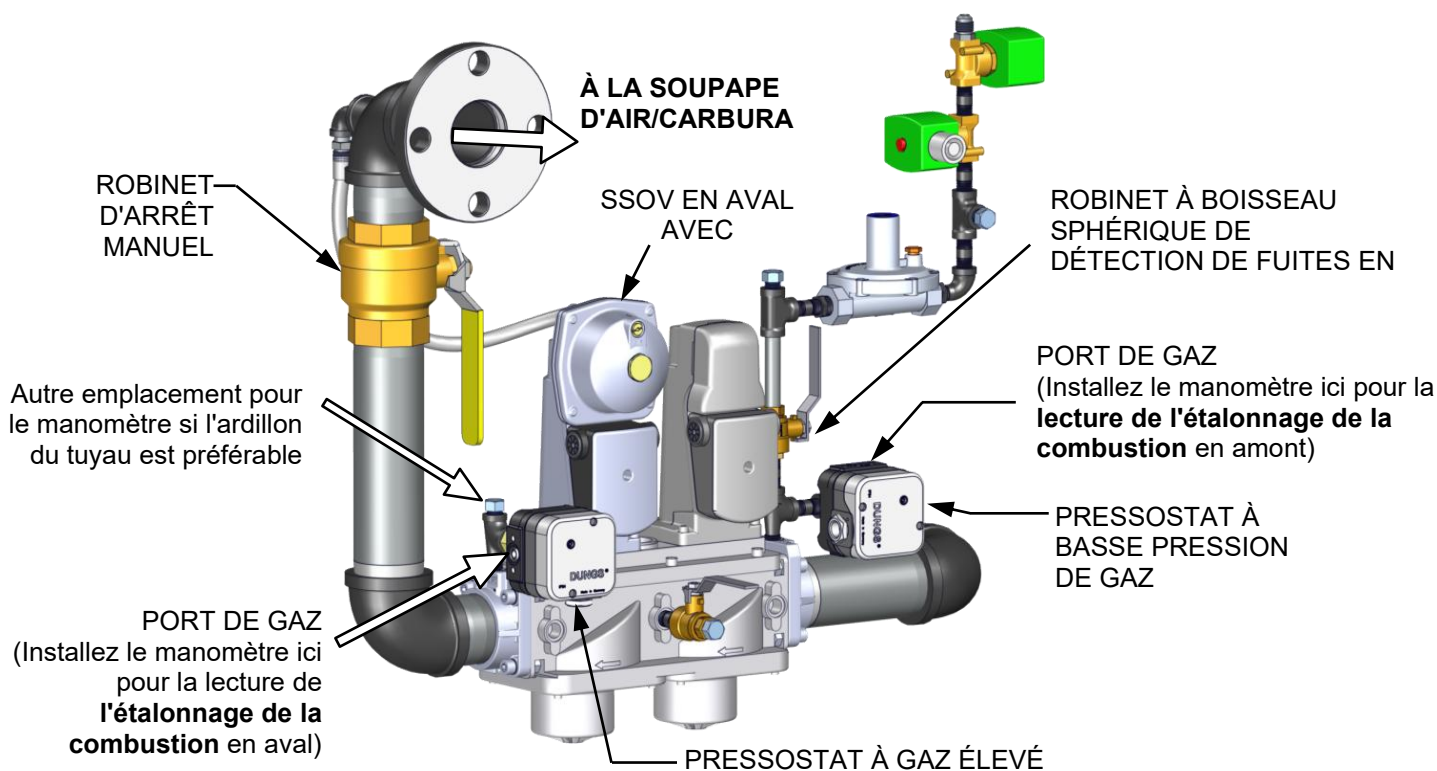

Figure 4-1f : Emplacement du port pour l'étalonnage de la combustion – BMK5000-6000
3. Brancher le manomètre directement aux pressostats à gaz bas et à haut gaz (figure 4-1f).